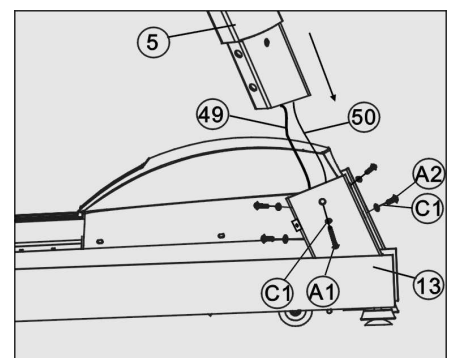

Figure 2
- Die Leitungen (49, 50) nach unten ziehen. (Siehe Abbildung 2)